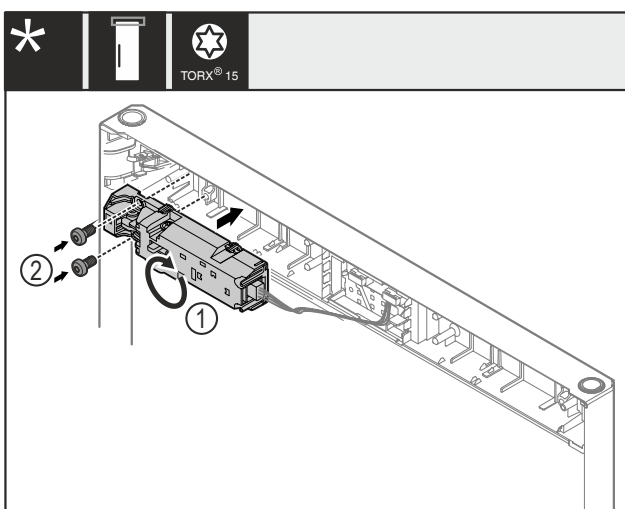

Fig. 24
- ▶ Fernschloss Fig. 24 (1) um 180° drehen und auf Gegenseite montieren.
- ▶ Fernschloss Fig. 24 (1) mit Schrauben Fig. 24 (2) befestigen.